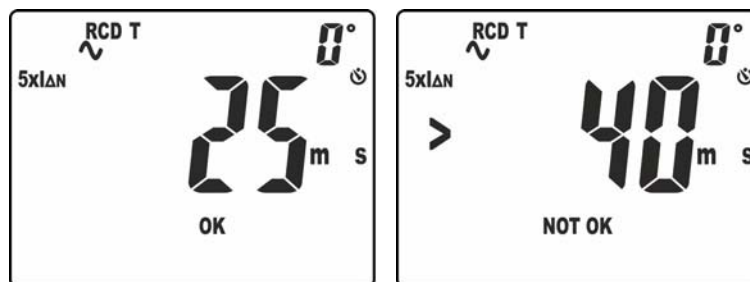

Fig. 36: Tiempo de intervención en modo manual a  $5 \times I_{\Delta n}$
10. El resultado de la medida correcto se muestra en pantalla (ver Fig. 36 – parte izquierda) con indicación “OK”
11. El resultado de la medida incorrecto (**tiempo de intervención > 40ms**) se muestra en pantalla (ver Fig. 36 – parte derecha) con indicación “NOT OK”. Un breve sonido continuo se emite en el instrumento
10. El resultado de la medida correcto se muestra en pantalla (ver Fig. 36 – parte izquierda) con indicación “OK”. Vea la presencia del tiempo de intervención en la parte superior derecha del visualizador
11. El resultado de la medida incorrecto se muestra en pantalla (ver Fig. 36 – parte derecha) con indicación “NOT OK” (**corriente de intervención > 33mA**). Un breve sonido continuo se emite en el instrumento